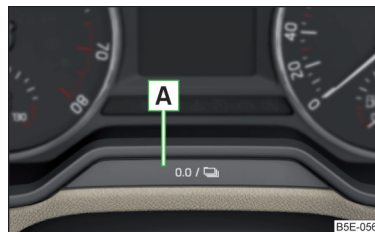

Fig. 35
- Pulse la tecla **[A]** » fig. 35 y manténgala pulsada hasta que se muestre en la pantalla del punto del menú **Servicio**.